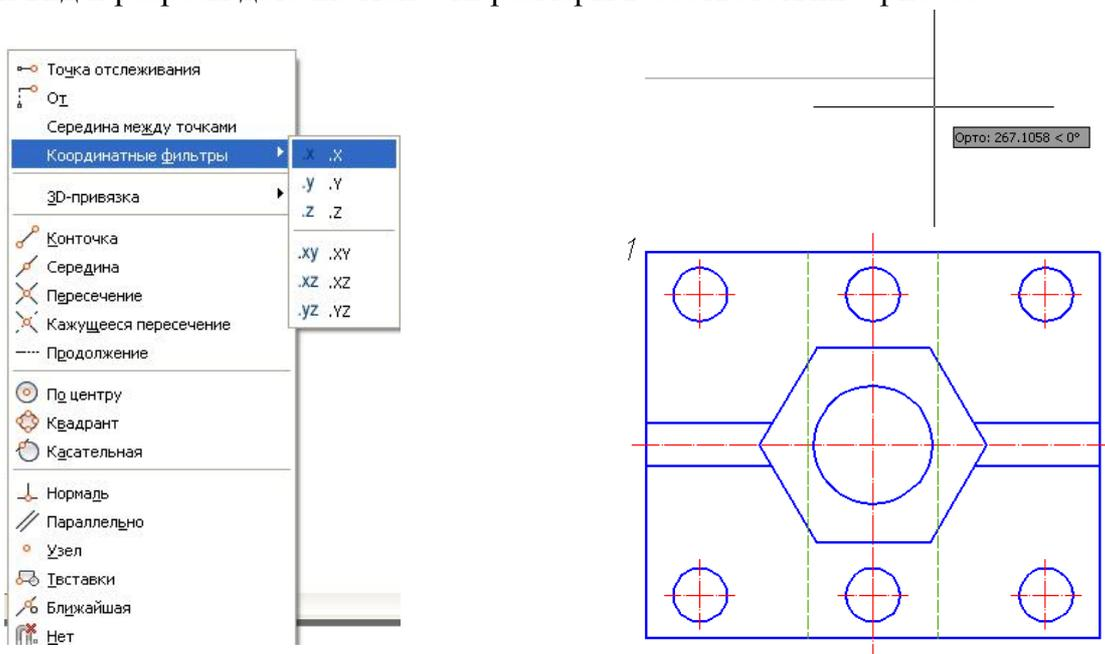

Рис. 67. Использование привязки *Координатные фильтры*
- с помощью сочетания *Shift*+ПКМ открыть список временных привязок, выбрать в нем координатный фильтр точек по оси x (см. рис. 67);